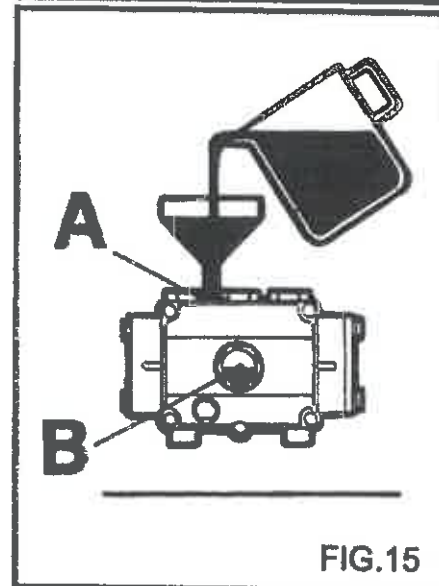

FIG.15
- 4) Den Ablaufdeckel wieder aufsetzen und das Öl von oben (FIG. 15 A) bis zu dem am Kontrollfenster (FIG. 15 B) sichtbaren Zeichen einlaufen lassen.